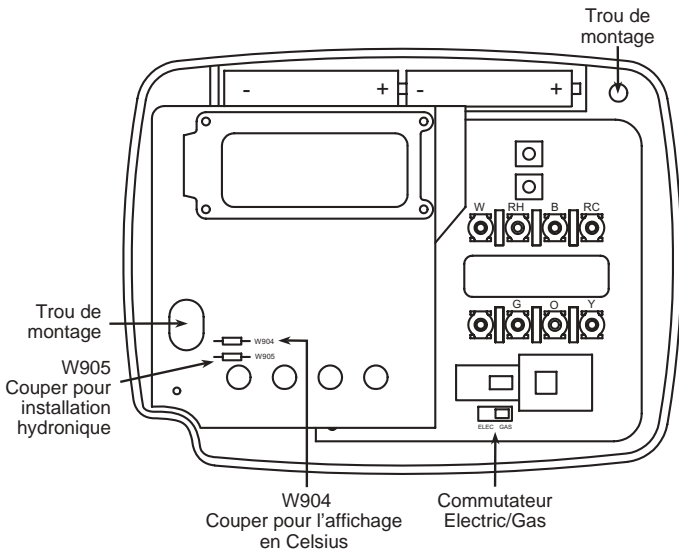

Figure 1. Socle du thermostat
Lors de la fabrication, ce thermostat est réglé pour les installations de chauffage et de climatisation à air pulsé utilisant un combustible fossile (gaz, mazout, etc.). Il convient à toute installation N'EXIGEANT PAS que le thermostat mette le ventilateur sous tension lors d'un appel de chaleur. Si l'appareil utilisé est électrique ou à thermopompe et qu'il EXIGE que le thermostat mette le ventilateur sous tension lors d'un appel de chaleur, localiser le commutateur **GAS/ELECTRIC** (figure 1) et le faire passer à la position **ELECTRIC**. Cela permettra au thermostat de mettre le ventilateur immédiatement sous tension lors d'un appel de chaleur. En cas de doute à savoir si l'installation de chauffage et de climatisation exige que le thermostat commande le ventilateur, communiquer avec un technicien en chauffage et climatisation.
- En se servant des deux vis de montage, fixer le socle de la façon illustrée à la figure 1, sans le serrer à fond. Placer un niveau sous le socle et ajuster ce dernier pour qu'il soit de niveau, puis serrer les vis à fond. (La mise à niveau n'est qu'esthétique et n'influencera aucunement le fonctionnement du thermostat.) Pour fixer le socle dans des trous de montage existants ou trop grands, qui ne permettent pas de le fixer solidement, utiliser des chevilles de plastique.
Ce thermostat fonctionne avec deux piles alcalines AAA. Lorsque **LO BATTERY** (pile faible) s'affiche, il faut remplacer les piles par de nouvelles piles alcalines AAA de marque Energizer®. Installer les piles neuves le long de la partie supérieure du socle (figure 1). La borne positive (+) des piles doit être à droite.